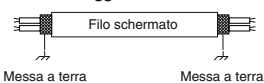

Fig. 4-4
(5) Usare fili schermati per i collegamenti fra unità (c) e mettere a terra la schermatura su ambedue le estremità, altrimenti si avranno errori dovuti a rumore elettrico. (Fig. 4-4)